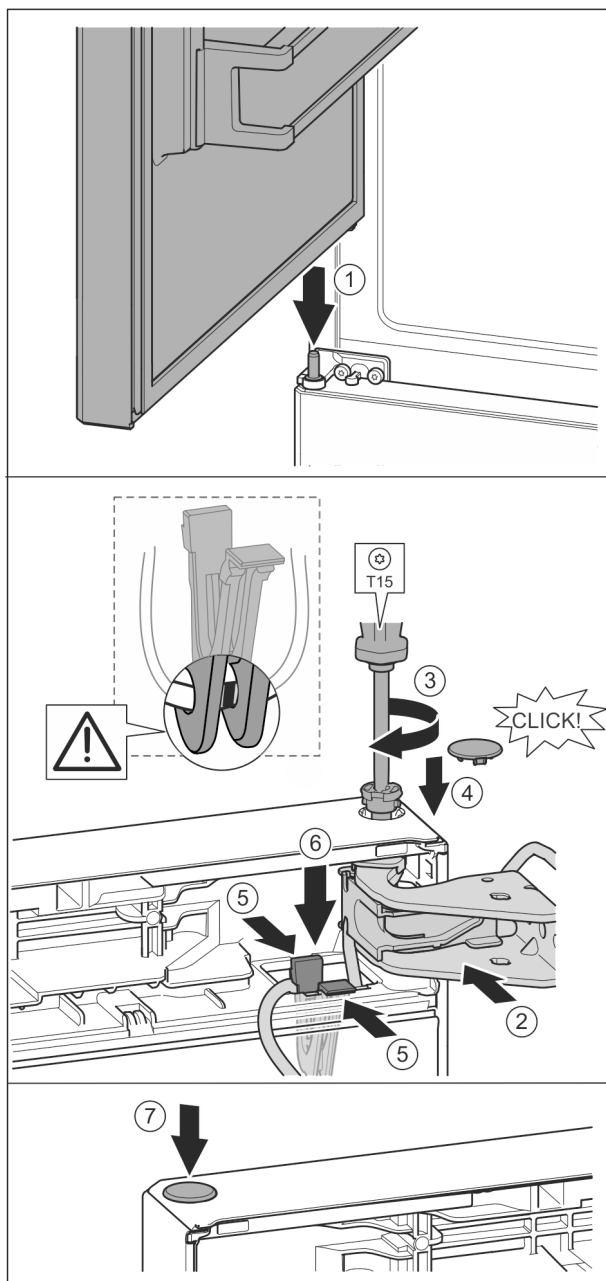

Fig. 41
- ▶ Zgornja vrata postavite na srednji ležajni sornik. Fig. 41 (1)
- ▶ Vrata zgoraj naravnajte k odprtini v ležajnem podstavku. Fig. 41 (2)
- ▶ Vstavite sornik in ga privijte z izvijačem T15. Fig. 41 (3)
- ▶ Montirajte varovalni pokrov za varovanje vrat: Vstavite varovalni pokrov in preverite, če se nalega na vrata. Sicer popolnoma vstavite sornike. Fig. 41 (4)
- ▶ Držalo s pritrjenim kablom vstavite v odprtino. Fig. 41 (5)
- ▶ Držalo potisnite navzdol, da se spona zaskoči. *Fig. 41 (6)*
- ▶ Vstavite čep. *Fig. 41 (7)*